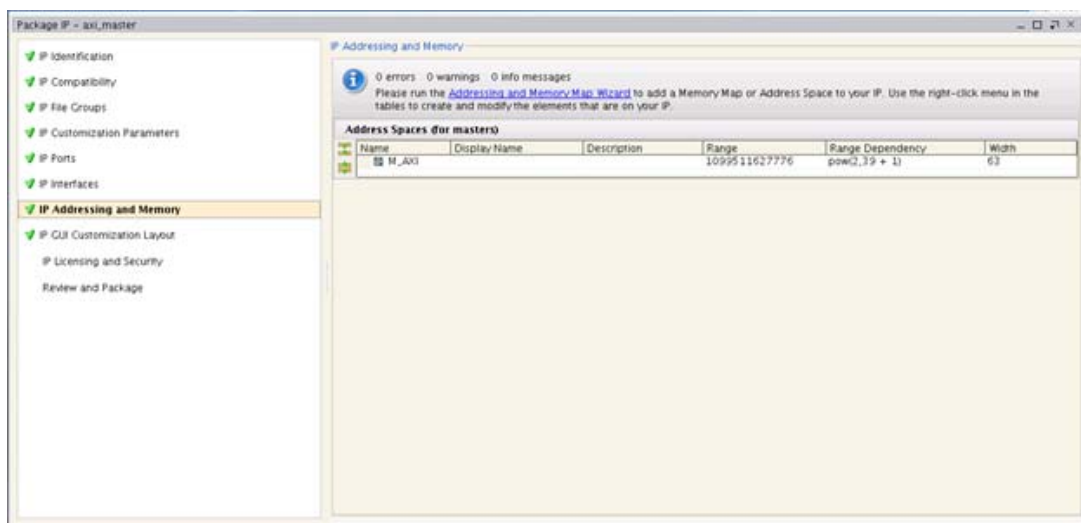

図 21 : AXI4 マスターの [IP Addressing and Memory] ページ
6. [IP Addressing and Memory] をクリックします。AXI4 マスターは、M_AXI インターフェイス上に 40 ビットの AxADDR ポートを備えています (図 21)。